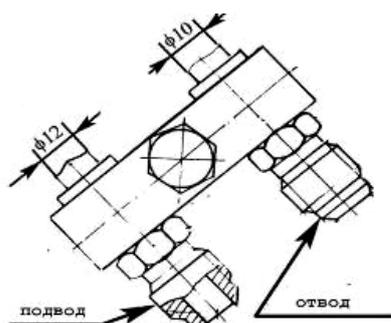

Рис. 6 Трубки топливные двигателя ТМЗ
- подсоединить трубки отвода и подвода топлива (19) к соответствующим трубкам на двигателе (рис.6);
- подсоединить топливопровод "KOMATSU" к штуцеру-наконечнику (17);